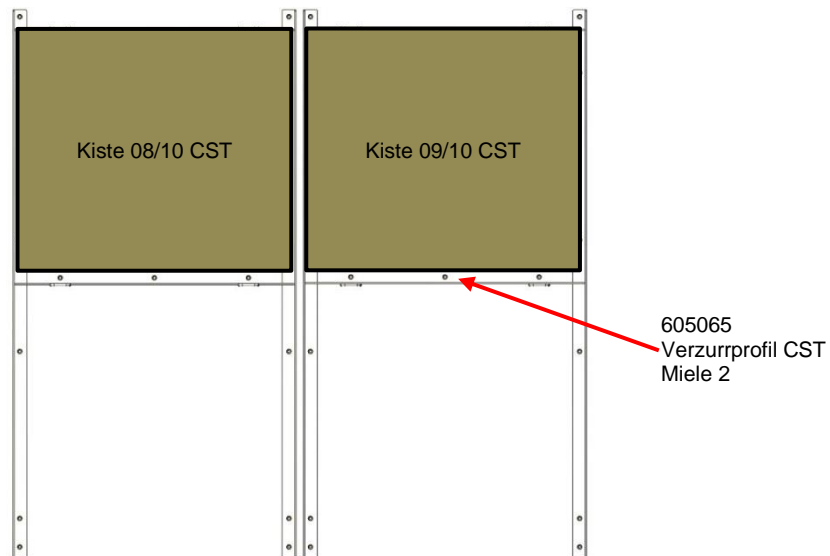

Abb. 4: Kiste 09/10 CST – Montage Verzurrprofil CST Miele 2
- ◆ Transportieren Sie mit dem Hubwagen oder mit dem Hydraulikstapler die Kiste 09/10 CST zwischen die beiden Verzurrprofile CST Miele links und Miele rechts auf der rechten Seite (siehe Abb. 4:).